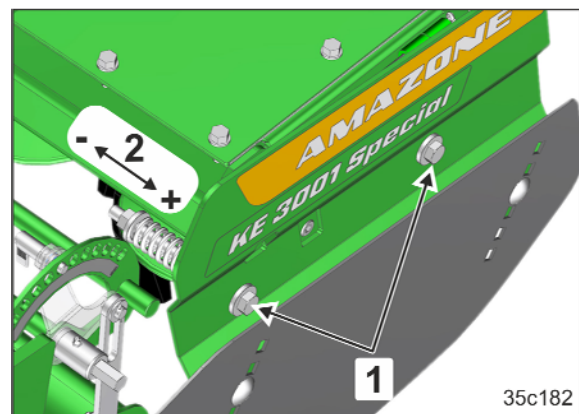

Fig. 111
La tensión de los resortes girando las dos tuercas de seguridad (Fig. 111/2)
- aumentarse en caso de suelos difíciles (Fig. 111/2+),
- reducirse a la hora de labrar paja (Fig. 111/2-).